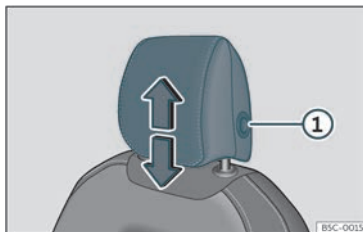
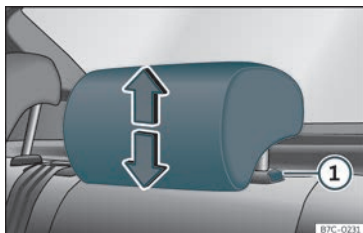

Fig. 97 Seient davanter: regulació del reposacaps.
Fig. 98 Reposacaps del darrere: regulació del reposacaps.
• Agafeu el reposacaps amb les dues mans pels costats i empenyeu cap amunt fins a encaixar-lo amb la posició desitjada. Per abaixar-lo, feu la mateixa acció, tot prement el botó lateral ①» fig. 97 » fig. 98.
- Premeu el botó lateral» fig. 97 ① i traieu el reposacaps.